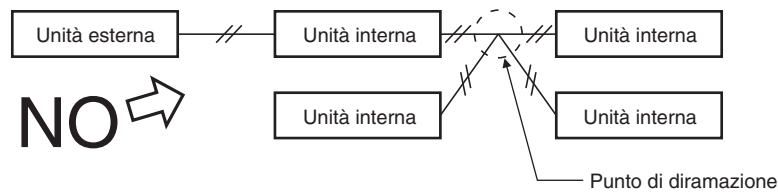

Fig. 4-4
- (3) Non installare fili di controllo fra unità, ad esempio con diramazioni a stella. Tale tipo di collegamento causa problemi di indirizzo. (Fig. 4-4)